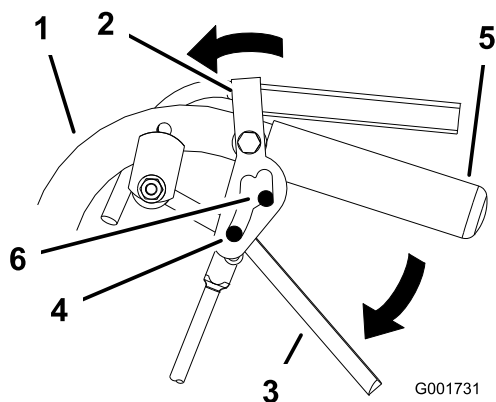

Рисунок 9
2. Поставьте большие пальцы рук на верхние части фиксаторов и переведите фиксаторы вперед так, чтобы штифты оказались в пазу переднего хода (Рисунок 9).